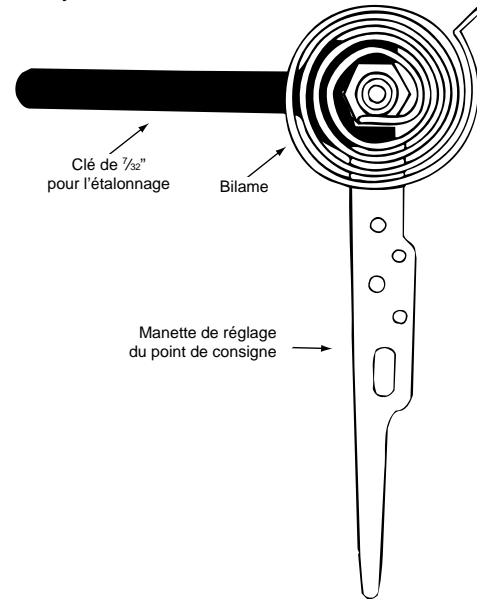

Figure 5. Étalonnage du thermostat
3. Détachez le couvercle du thermostat. Glissez un clé anglaise de $\frac{7}{32}$ " sur l'écrou hexagonal situé sous le bilame. Tout en maintenant en place la manette de réglage, tournez l'écrou à droite jusqu'à ce que le mercure se déplace vers la droite du tube (figure 5).
7. Glissez la clé anglaise de $\frac{7}{32}$ " sur l'écrou hexagonal situé sous le bilame. Tout en maintenant en place la manette, tournez l'écrou à gauche jusqu'à ce que le mercure se déplace vers la gauche du tube (figure 5).